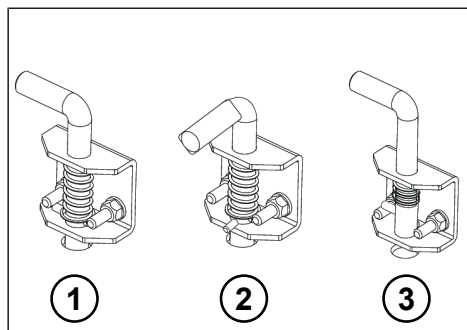

Рис. 8-65: Положения фиксации предохранительного стержня
- ▶ Переведите предохранительные стержни в положение 1 (см. "Рис. 8-65: Положения фиксации предохранительного стержня", стр. 180).
- ▶ Переведите предохранительные стержни для стоек на поперечной балке в положение 2 (см. "Рис. 8-65: Положения фиксации предохранительного стержня", стр. 180).
- ▶ Переведите предохранительные стержни на поперечной балке в положение 2 (см. "Рис. 8-65: Положения фиксации предохранительного стержня", стр. 180).
- ▶ Переведите предохранительные стержни для стоек в положение 3 (см. "Рис. 8-65: Положения фиксации предохранительного стержня", стр. 180), так чтобы стойки до упора вставились в поперечную балку.
- ▶ Переведите предохранительные стержни для стоек в положение 1 (см. "Рис. 8-65: Положения фиксации предохранительного стержня", стр. 180).
- ▶ Переведите предохранительные стержни для стоек в положение 3 (см. "Рис. 8-65: Положения фиксации предохранительного стержня", стр. 180).
- ▶ Переведите оба предохранительных стержня на поперечной балке в положение 3 (см. "Рис. 8-65: Положения фиксации предохранительного стержня", стр. 180).